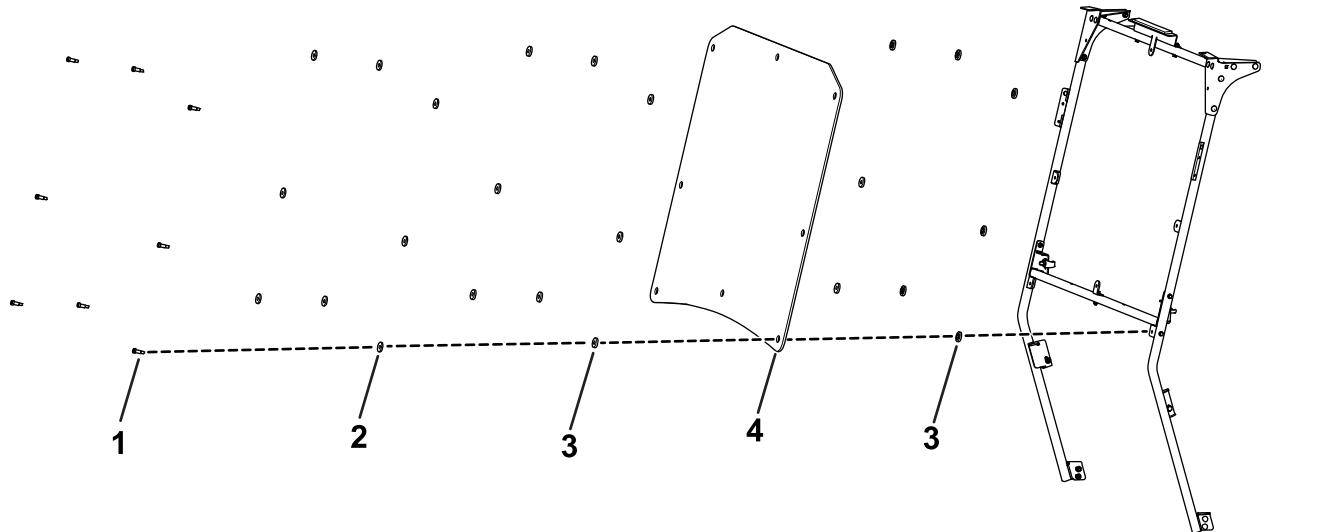

Figura 62
- Montate il parabrezza utilizzando 8 bulloni di spallamento (5/16" x 1 1/4"), 8 rondelle di riserva, 16 boccole di gomma e 8 dadi (5/16") come illustrato nella Figura 62.